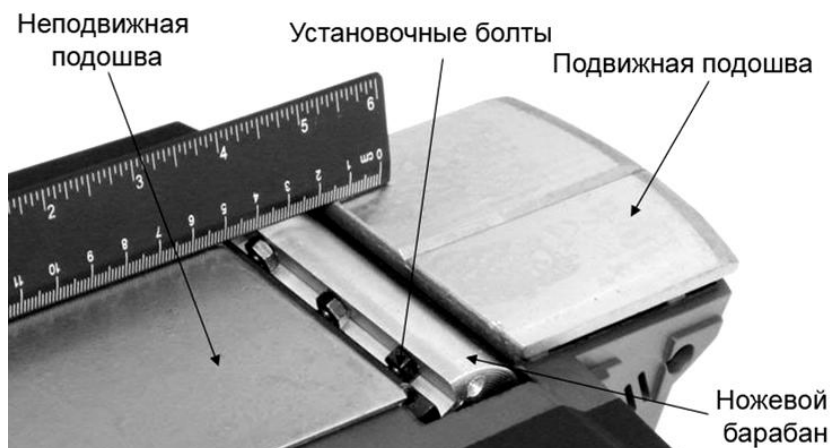

Рис. 5
- Переверните и закрепите рубанок вверх подошвой (См. Рис.5).